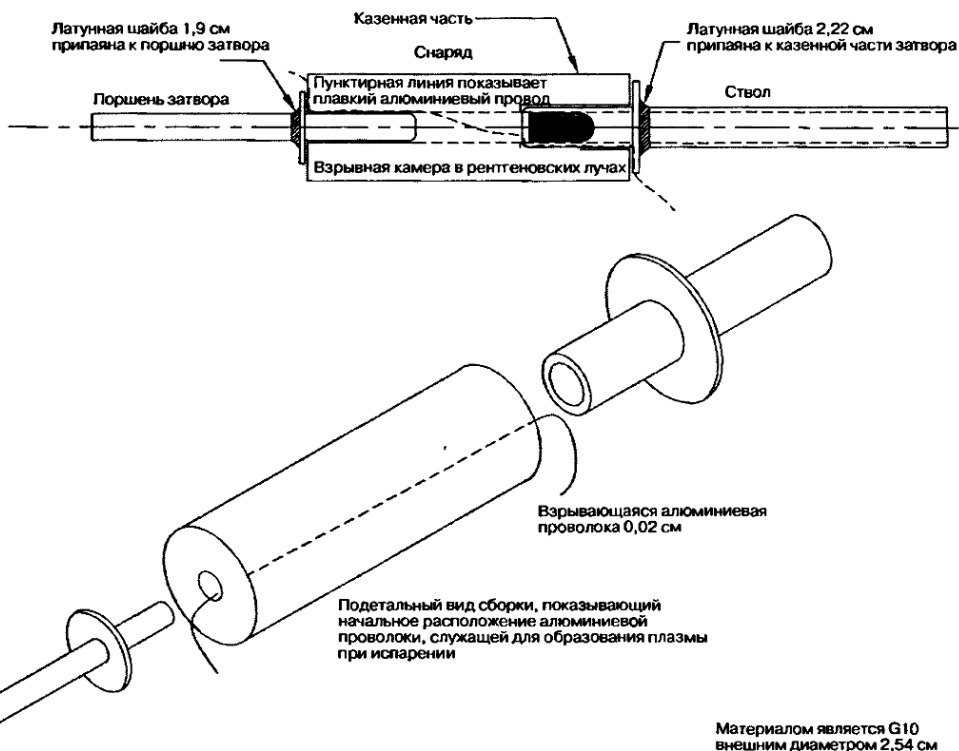

Рис. 5.4. Казенная часть и термическое ружье в собранном виде
результатом сверления с высокой точностью и применения специального сверла. Внутренний диаметр должен быть на 0,17–0,20 мм больше внешнего диаметра ствола и поршня затвора, чтобы обеспечить место для взрывающегося провода, как показано на рис. 5.4.
3. Изготовьте снаряды длиной 1,27 см из стержня диаметром 0,64 см и любого плотного материала (из пластика, поликарбоната или дерева). Закруглите концы, чтобы придать им обтекаемую форму пули. Ружье в окончательно собранном виде должно выглядеть, как показано на рис. 5.4, и части должны легко соединяться для зарядания нового провода и снаряда. Изготовленные из металла ствол и поршень затвора одновременно являются электродами, которые соединены с взрывающимся проводом и образуют с ним своеобразный «бутерброд». На эти электроды поступает мощный импульс тока, приводящий к взрыву провода, образуется нагретый плазменный пар, который создает импульс давления, выталкивающий снаряд из дула.
9. Подготовьте ружье с взрывающимся проводом (см. рис. 5.4). Вставьте его в держатели и вставьте снаряд в точном соответствии с указаниями на рисунке.